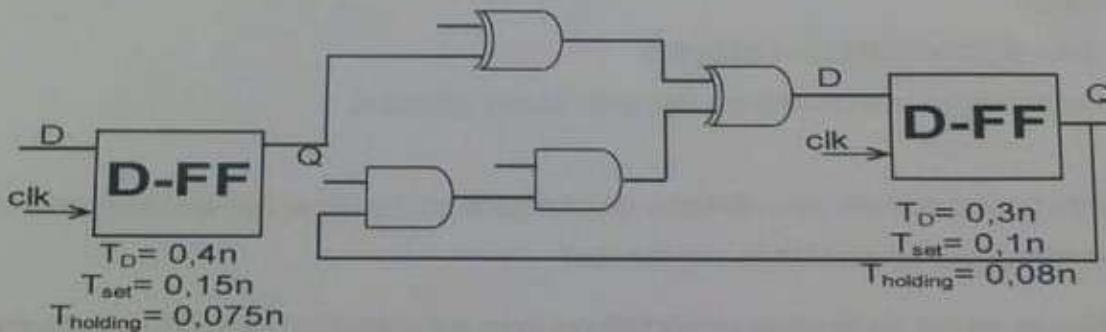

Figura 1. Porção de um circuito.
4. Suponha, para a Figura 1, que o atraso de cada porta lógica seja de 0,2 ns. O atraso (T_D), o setup (T_{set}) e o holding time ($T_{holding}$) dos D-FFs estão indicados na figura. Caso o caminho crítico do circuito esteja na porção indicada pela figura, qual será o máximo clock permitido (freqüência) (0,5)?